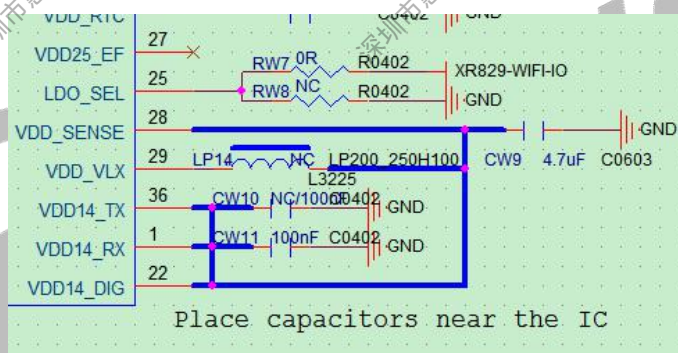

图 2-38 XR829 VDD14 电源设计
- XR829 的 VDD14_XX 电源输出具有 LDO 和 DCDC 两种模式, 若采用 LDO 输出模式, 请将 LDO_SEL 脚上拉到 VCCIO-WIFI, 同时 NC 掉电感 LP14, 电源由 SENSE 脚输出。若采用 DCDC 输出模式, 请将 LDO_SEL 脚下拉到地, 同时贴电感 LP14, 电源由 VLX 脚输出。如图 2-38 所示: